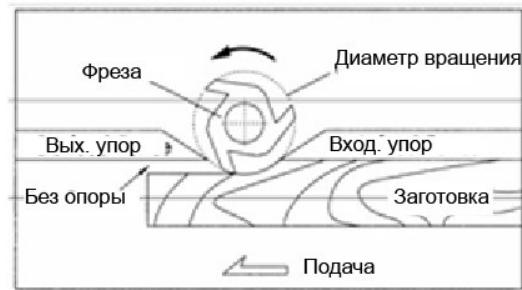
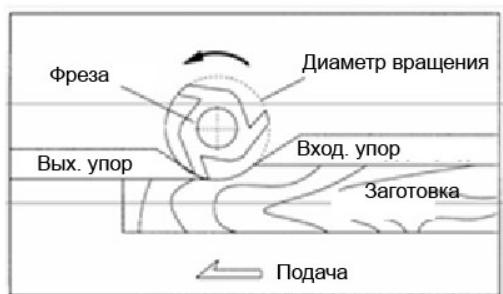

Рисунок 27
Рисунок 28
2. При фрезеровании, когда обрабатывается вся кромка, например, при фуговании или производстве полного пропила, обработанная кромка не будет опираться на упор выхода, если обе части упора находятся на одной линии, как показано на рис. 27. В этом случае заготовку следует выдвинуть, как показано на рис. 27 и упереть. Затем выходной упор следует подвинуть вперед, чтобы он касался заготовки, как на рис. 28. В этом случае выходной упор будет на одной линии с окружностью инструмента, и работу можно продолжать.